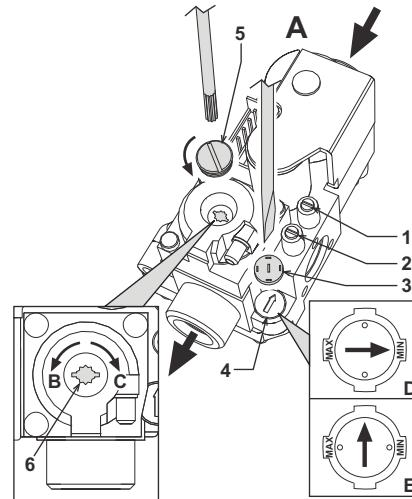

fig. 17 - Regolazione della pressione
Sulle caldaie PEGASUS D è possibile regolare la portata termica del focolare e di conseguenza la potenza termica resa all'acqua di riscaldamento, agendo unicamente sulla regolazione del bruciatore principale, attraverso la valvola gas, (vedi fig. 17). I diagrammi di riportati al paragrafo cap. 5.2 indicano la variazione della potenza termica resa all'acqua al variare della pressione di funzionamento del bruciatore. Poter adeguare la potenza della caldaia alle effettive esigenze di riscaldamento, significa soprattutto ridurre le dispersioni e quindi risparmiare combustibile. Inoltre, con la variazione di potenza, regolamentata anche dalla normativa, le caldaie mantengono pressoché inalterati i valori di rendimento e le caratteristiche di combustione.
- Con un piccolo cacciavite togliere il cappuccio di protezione 5 dell'operatore secondario della valvola a gas di fig. 17.
- Collegare un manometro alla presa di pressione 2 (fig. 17) posta a valle della valvola a gas, ruotare la manopola del termostato caldaia sul valore massimo.
- Regolare la pressione a mezzo della vite 6 (fig. 17) al valore desiderato, avvalendosi dei diagrammi riportati al paragrafo cap. 5.2.
- Togliere dalla valvola gas il piccolo cappuccio di protezione 3 (fig. 17). Con un piccolo cacciavite regolare lo "STEP" d'accensione per il gas desiderato (**G20-G25** posizione **D** fig. 17 oppure **G30-G31** posizione **E** fig. 17); rimettere quindi il cappuccio.
- Sfiatare l'aria presente nelle tubazioni del gas per mezzo della presa di pressione 1 della valvola gas (fig. 17).